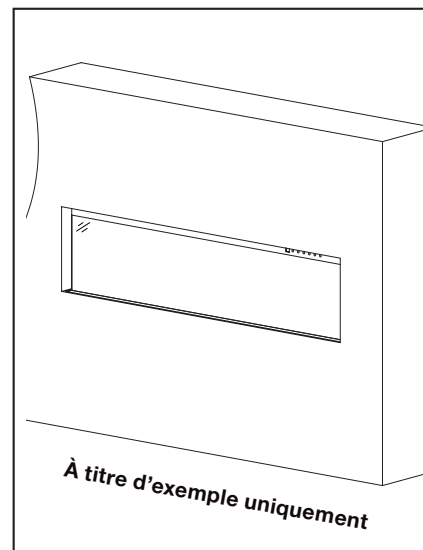

Fig. 11
2. Le matériau de finition couvrira l'avant de l'unité et s'appuiera contre la languette de bordure du matériau de finition (Fig11).